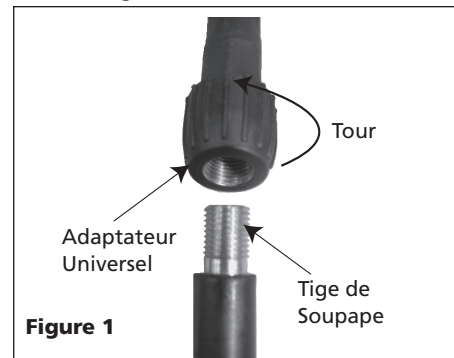

Figure 1
2. Turn the adapter onto the valve stem in a clockwise direction until a good connection is achieved (See Fig. 1).
2. Tourner l'adaptateur sur la tige de soupape dans le sens horaire jusqu'à ce que l'on obtient la bonne connexion (Voir Figure 1).
2. Gire o adaptador na haste da válvula em sentido horário até obter uma boa conexão (Veja a Fig. 1).